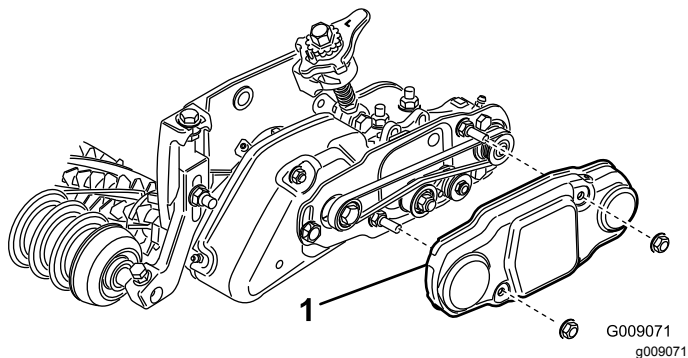

図 34
26. ベルトカバーを取り付けボルトに取り付けてフランジナット2個で固定する図 34。